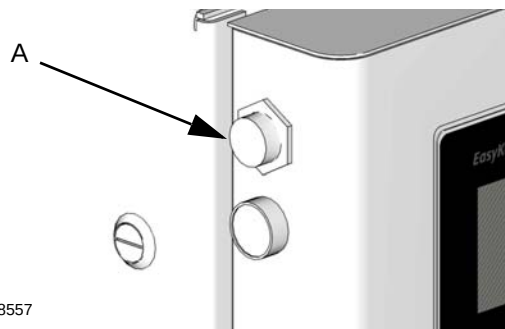

図 . 31: EasyKey ウェブコネクション
パッチケーブルは各 T0F 200 ユニットの EasyKey パネルのローカルエリアネットワークとウェブ接続 (A) に接続するためのものです。図 . 31 をご参照ください。